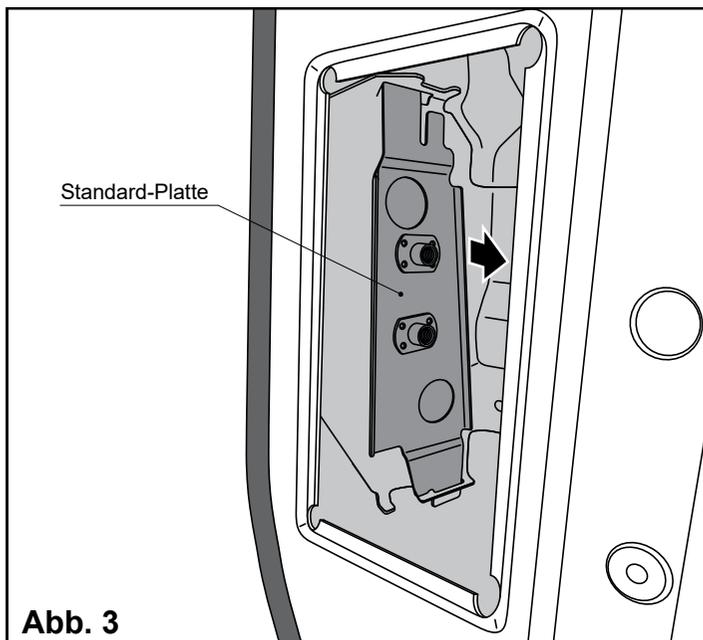

Abb. 3
4. Demontieren Sie die Standard-Platte (**Abb. 3**).